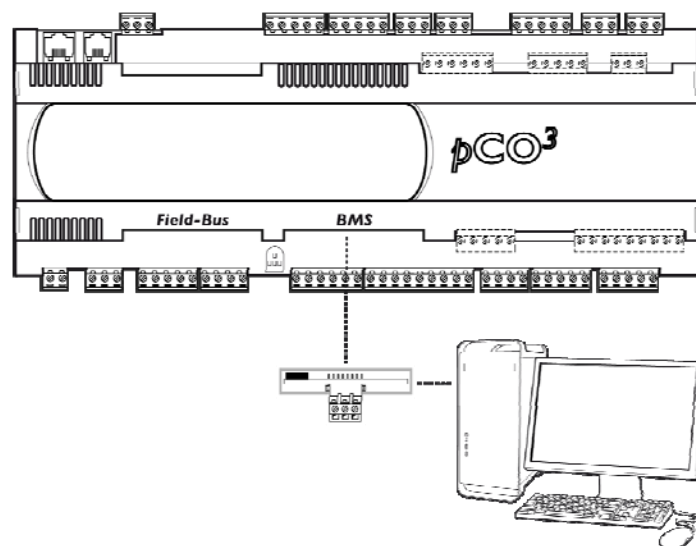

Fig. 8.a
- **Carel RS485:** code PCOS004850 (see Fig. 8.a)
- **Modbus RS485:** code PCOS004850 (see Fig. 8.a)